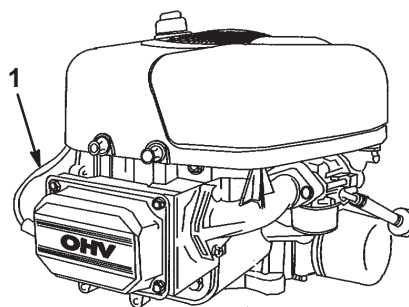

Figure 18
6. Débranchez la bougie (Fig. 18).
3. Branchez la bougie (Fig. 18).